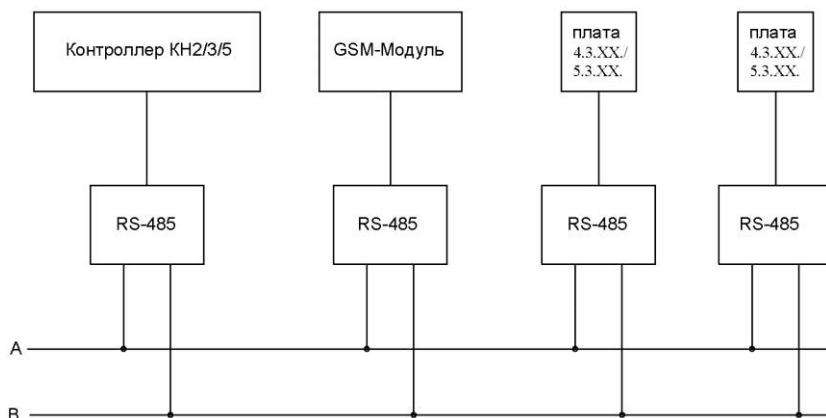

Рис. 4
- 12.3. В большинстве случаев, если приборы находятся на небольшом удалении друг от друга, адаптеры достаточно соединить двухпроводной линией (А и В) согласно схеме, Рис. 4. Выходы устройств соединяются согласно маркировке: «А» подключаются к одному проводу, а инверсные «В», ко второму проводу. Подключить между собой соответственно А+ с А+ и В- с В-.